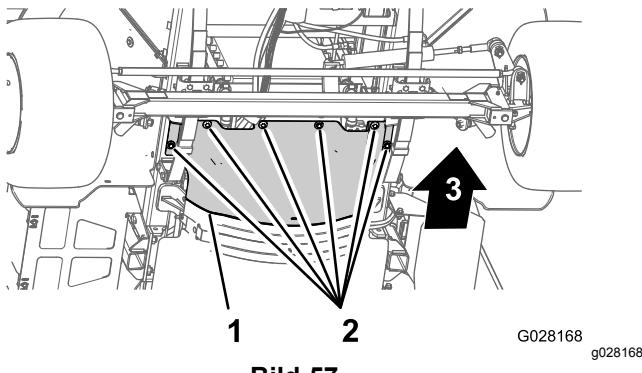

Bild 57
- 3. Entfernen Sie die sechs Sechskantschrauben und sechs Scheiben, mit denen das vordere Wärmeschutzblech am Chassis befestigt ist, und nehmen Sie das Schutzblech ab (Bild 57).**